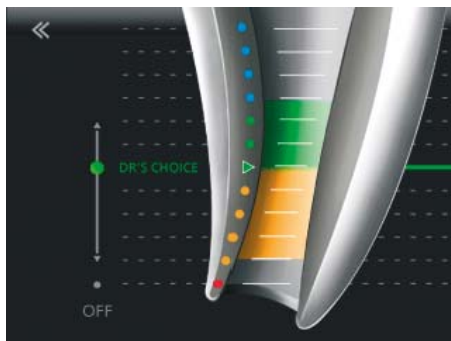

图 23 设置 DR'S CHOICE
- 将可变的根尖线调整至所需位置, 例如最后一条绿线上 (图 23)。